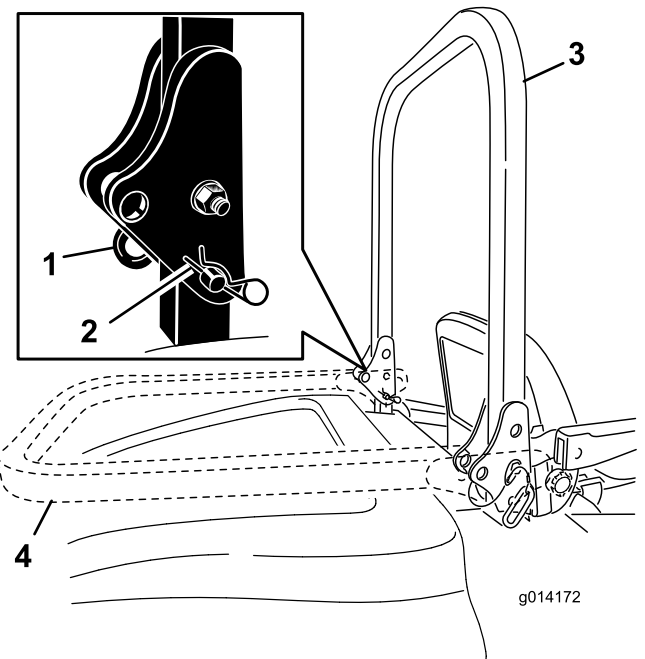

Figura 20
2. Rimuovete le 2 coppiglie e i 2 perni (Figura 20).
3. Alzate completamente il roll bar (Figura 20).
4. Fissate il roll bar con i 2 perni e le 2 coppiglie (Figura 20).
1. Rimuovete le coppiglie, spingete in avanti il roll bar contro le molle e rimuovete i 2 perni (Figura 20).
2. Abbassate il roll bar (Figura 20).
3. Montate i 2 perni nelle piastre di articolazione e fissate i perni con le 2 coppiglie (Figura 20).